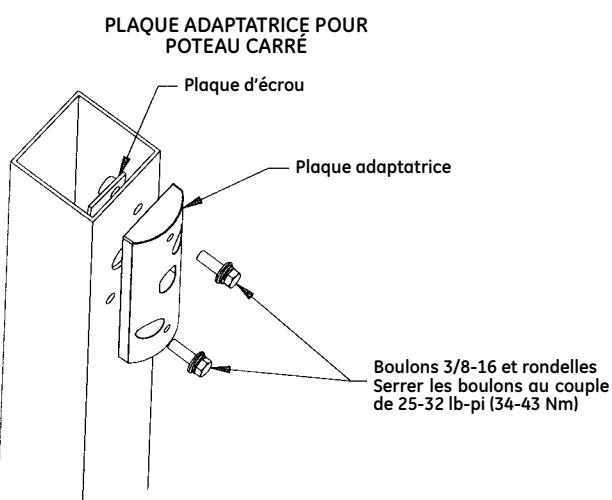

FIGURE 6
- Après avoir vérifié l'orientation de l'extrémité de la plaque adaptatrice, installez la plaque sur le poteau avec l'aide de la plaque d'écrou, des boulons 3/8-16 et des rondelles incluses, conformément à l'illustration. Serrez les boulons 3/8-16 au couple de 25-32 lb-pi (34-43 Nm) (*voir la figure 6*).